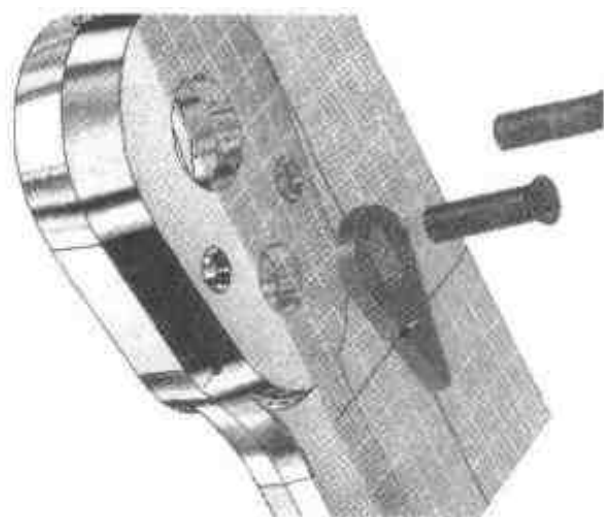

图 5.31 设置凸轮 1 的动画轨迹
- (1) 首先添加凸轮 1 的动画。在零件编辑状态下选择凸轮 1，单击【智能动画】按钮，弹出【智能动画向导】对话框。
- (2) 选择【移动】单选按钮后，再在相应显示的下拉列表中选择 along height direction 选项，为了使轨迹不至于过长，可先将移动距离改为 1。
- (3) 单击【完成】按钮，出现如图 5.31 所示的黄色轨迹。